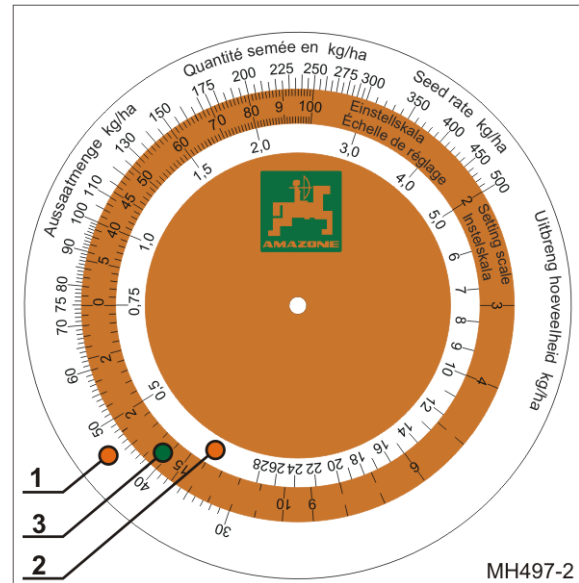

Fig. 70
- eine äußere weiße Skala (Fig. 70/1) für alle Aussaatmengen über 30 kg/ha
- eine innere weiße Skala (Fig. 70/2) für alle Aussaatmengen unter 30 kg/ha
- eine farbige Skala (Fig. 70/3) mit allen Getriebeinstellungen von 1 bis 100.
Die Rechenscheibe (Fig. 70) ist bei elektronisch geregelter Saatmengeneinstellung nicht erforderlich.